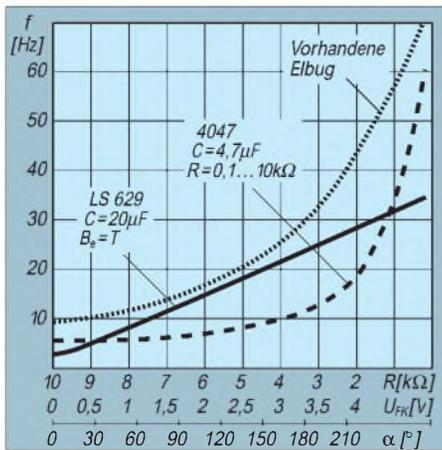

Bild 4: Taktfrequenz in Abhängigkeit von Widerstand und Drehwinkel für die beiden beschriebenen Taktgeber und einen weiteren mit 74 LS 13
Weniger schön war der Zusammenhang zwischen Drehwinkel am Potentiometer (R = 10 kΩ, gestrichelte Kurve) und Taktfrequenz, gemessen an Pin 10 (Q). Aus Bild 4 ist ersichtlich, daß es im letzten Drittel des möglichen Drehwinkels „mächtig losgeht“. Dafür kann man in den beiden ersten Dritteln zwar drehen, ohne daß sich jedoch viel ändert.
In Bild 4 ist auch für diese Schaltung die Abhängigkeit der Frequenz von der Spannung an F_k und dem Potentiometer-Drehwinkel zu sehen. Damit kann wegen des linearen Zusammenhanges zwischen Taktfrequenz und Telegrafiergeschwindigkeit am Potentiometer eine Skalierung in Wpm oder Bpm erfolgen.
Mit einem genügend hochohmigen Meßinstrument wäre (bei entsprechender Eichung) die Anzeige der Telegrafiergeschwindigkeit durch die Spannungsmessung an F_k möglich! Zu Vergleichszwecken wurde in Bild 4 noch der Einstellbereich des vorhandenen Taktgebers (mit der Schmitt-Trigger-IS 74 LS 13) eingefügt (Punktlinie).